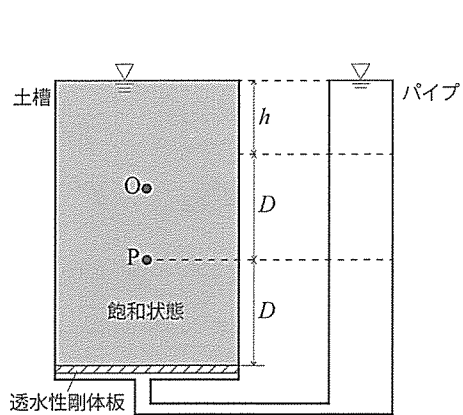

図 1
- (1) 透水性の低い粘性土の有効内部摩擦角 ϕ' と有効粘着力 c' を求めるために必要な試験条件を説明しなさい。また試験結果として、有効内部摩擦角 ϕ' と有効粘着力 c' を図示しなさい。
- (2) 図 1 から 4 に示す土槽内の P 点における一次元圧密問題を考える。
- a) 初期状態（図 1）